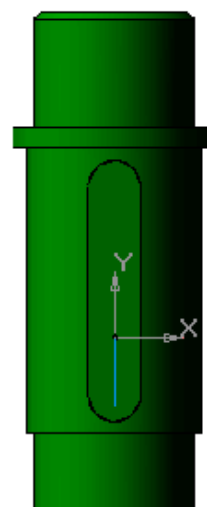

Рис. 2
6. В появившемся окне диалога задайте имя файла для хранения модели создаваемой детали – **Шпонка.m3d**. Нажмите на кнопку **Сохранить**. Система перейдет в режим редактирования детали на месте (в сборке), режим создания эскиза на выделенной грани (рис. 2).